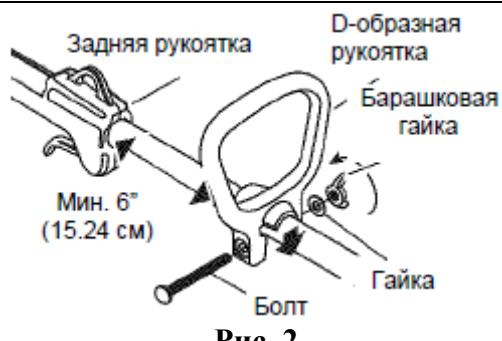

Рис. 2
1. Поместите D-образную рукоятку на штангу (Рис. 2). Болт с шестигранной головкой должен быть помещен в отверстия ручки с левой стороны.